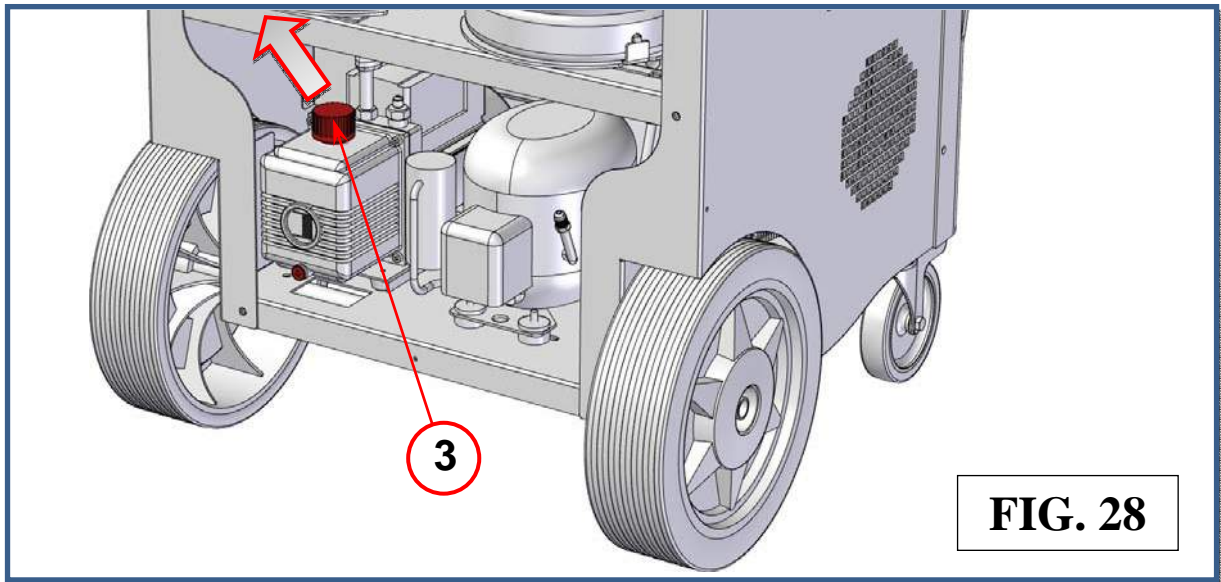

FIG. 28
Localizar el tapón de recarga (ref. 3, Fig. 28) y atornillarlo por completo.
Reemplazar el tapón de recarga (ref 3, Fig.28) y ajustarlo.